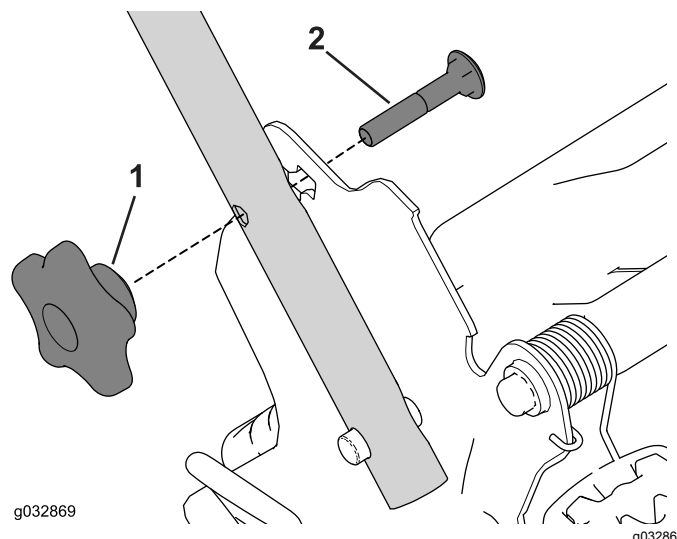

Figura 26
1. Togliete e conservate le 2 manopole della stegola e i 2 bulloni a testa tonda dalle staffe della stegola (Figura 26).